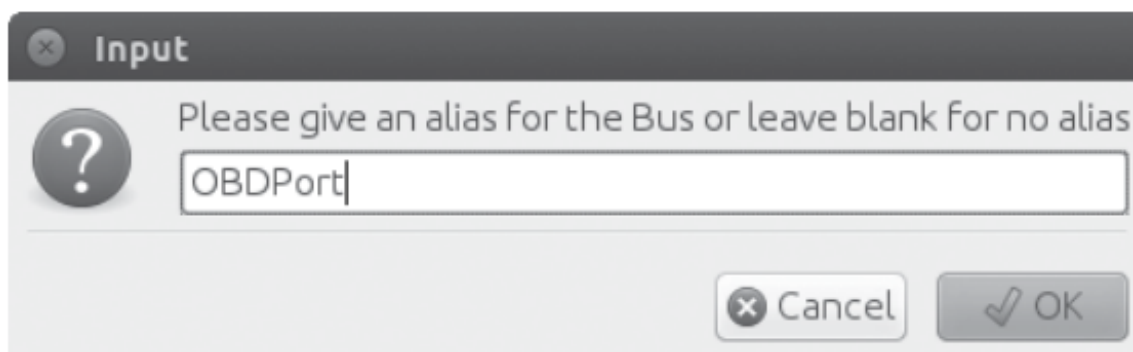

Рисунок 3-3: Создание имени для шины CAN
2. Щелкните проект правой кнопкой мыши и выберите **Newbus**; затем дайте своей шине имя (см. рисунок 3-3).